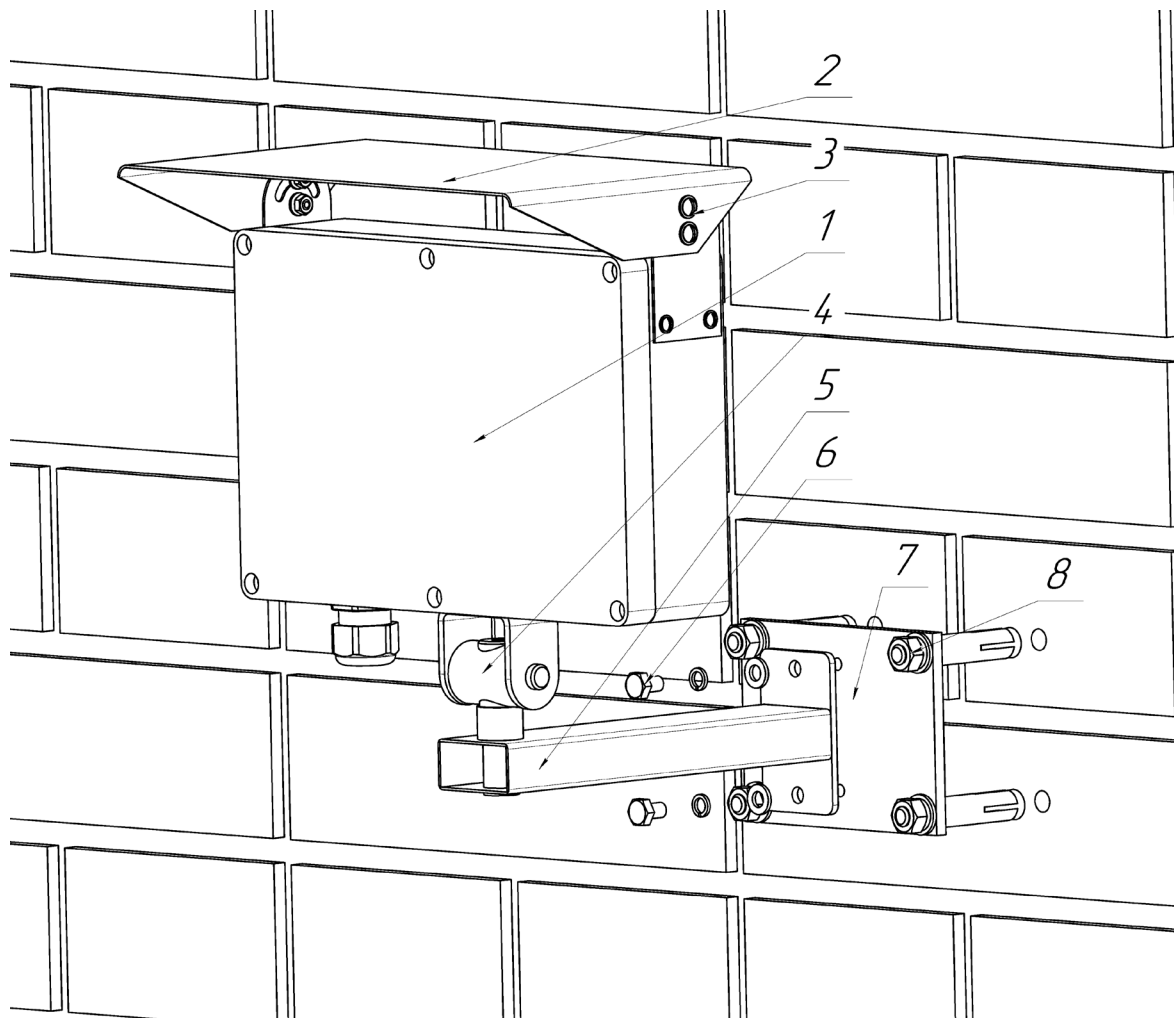

Рисунок 10 – Крепление приемопередатчика на плоской поверхности
- 1.4.2.7. Внешний вид установки приемопередатчика на плоской поверхности приведен на рисунке (Рисунок 10). Пластина опорная (поз. 7) крепится непосредственно к кронштейну приемопередатчика (поз. 5). Крепление к плоской поверхности осуществляется посредством четырех анкеров с гайкой к пластине опорной (поз. 8). Для КР-1 площадка опорная снимается и при помощи двух шурупов и дюбель-пробок через отверстия в кронштейне КР-1 осуществляется крепление на поверхности.
- 2.1.3.4. Крепление извещателя на плоской поверхности осуществлять в соответствии с рисунком (Рисунок 10). Для крепления приемопередатчика на поверхности использовать пластину опорную (поз. 7) и анкер с гайкой (поз. 8) из комплекта КМ1. Диаметр отверстия под анкерные болты составляет 8мм. Кронштейн КМ1(поз. 5) крепиться к пластине посредством 2 болтов (поз. 6).